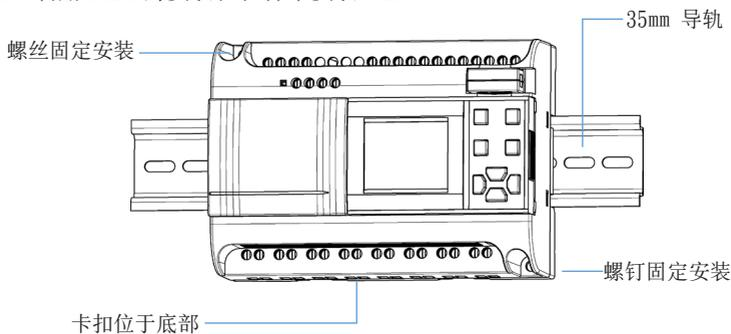

图 2.1
- 1、使用标准的 35mmDIN 轨道安装 FAB2, 见图 2.1